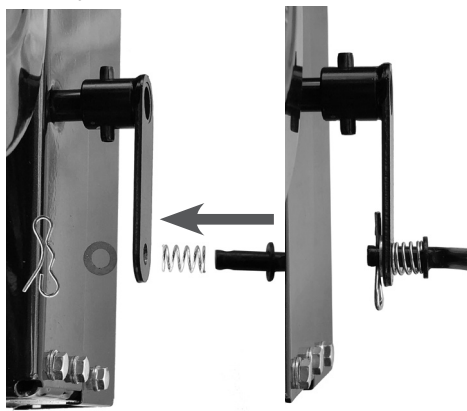

Рис. 15 Подключение троса к нижнему рычагу
- установите нижний конец троса в отверстие нижнего рычага механизма переключения передач (расположен на корпусе трансмиссии сзади), как показано на Рис. 15 и зафиксируйте трос шплинтом;